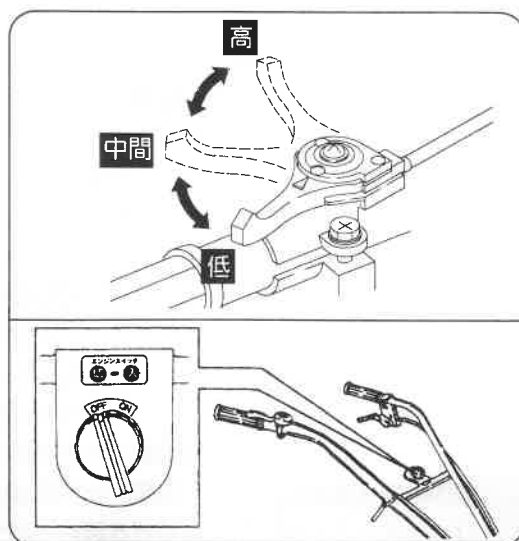

図32
- 1) エンジン停止の際は、スロットルレバーを「低速」に戻し、停止スイッチを「切」にしてください。(図32)